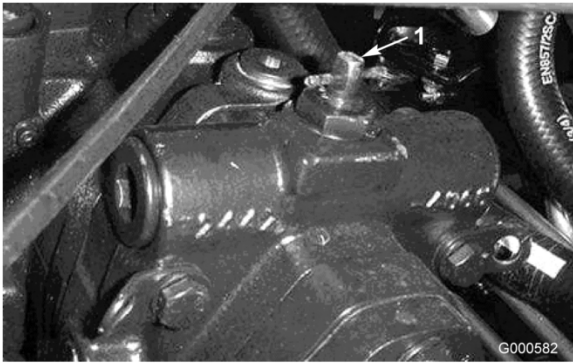

Figura 16
- Rode a válvula de derivação 90° (1/4 de volta) em qualquer direcção, para permitir a passagem interna do óleo (Figura 16). Após este procedimento, torna-se possível deslocar lentamente a máquina sem danificar